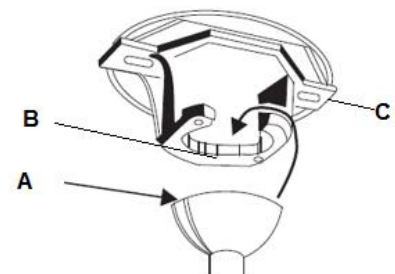

Fig. 8
Levante el conjunto del ventilador y móntelo en el soporte mural. Asegúrese de que la ranura de registro (A) de la bola de la tija esté posicionada sobre el tope (B) del soporte mural (C) para que el ventilador no pueda girar cuando esté funcionando. Fig. 8